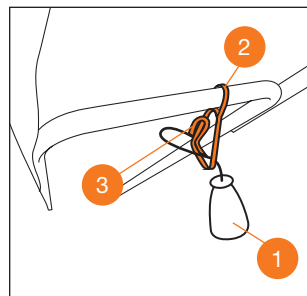

Рис. 15
Закрепите шнур ❶ удлинителя на креплениях газонокосилки ❷, проденьте шнур в петлю зажима и зафиксируйте за крючок ❸ (Рис. 15).